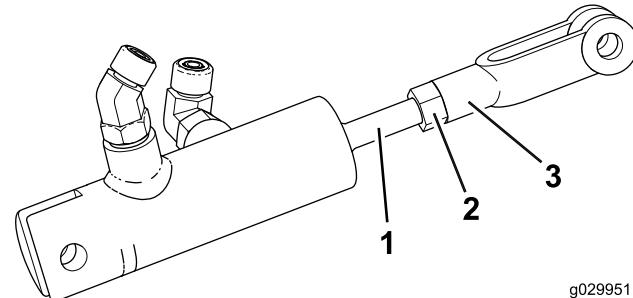

Figure 6
2. Vissez légèrement la chape de la biellette de frein sur la tige du vérin jusqu'à ce qu'elle touche l'écrou de blocage (Figure 6).